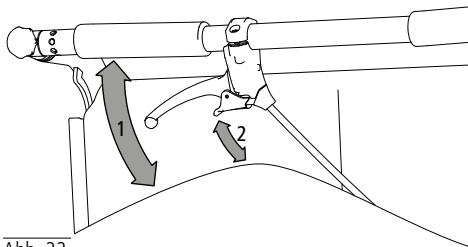

Abb. 22
1. Dra bromsspaken uppåt (1, bild 22) för att bromsa rullstolen på kontrollerat sätt.
2. Bromsspaken kan även låsas i bromsats läge. Dra då både i bromsspaken och i den lilla låsspaken (2, bild 22) så att bromsspaken låses i sitt översta läge. Frigör sedan enkelt den låsta bromsen genom dra den stora bromsspaken uppåt så att den lilla låsspaken går ur spärrläge.